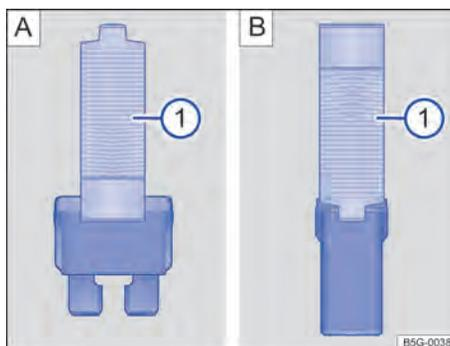

Fig. 154 Retirar ou colocar o fusível com a pinça de plástico: **A)** fusível plano, **B)** fusível de bloqueio.
- Se necessário, tirar a pinça de plástico da cobertura da caixa de fusíveis correspondente → Fig. 154 ①.
- Conforme o modelo de fusível, colocar um grampo adequado da pinça de plástico pela lateral sobre o fusível → Fig. 154 A 1 ou → Fig. 154 B ①.
- Caso o fusível esteja queimado, substituir o fusível por um novo da *mesma* intensidade (mesma cor e inscrição) e do *mesmo* tamanho → ①.